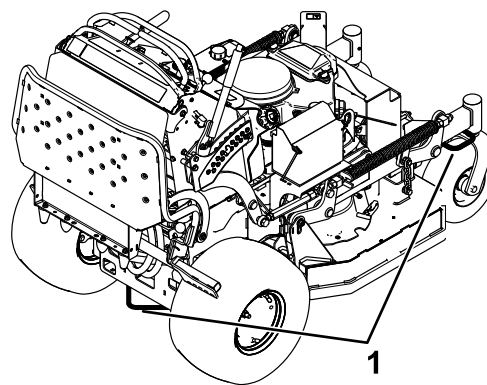

Figure 26
7. Arrimez la machine près des roues pivotantes avant et du pare-chocs arrière à l'aide de sangles, chaînes, câbles ou cordes (Figure 26). Reportez-vous à la réglementation locale concernant les exigences d'arrimage.